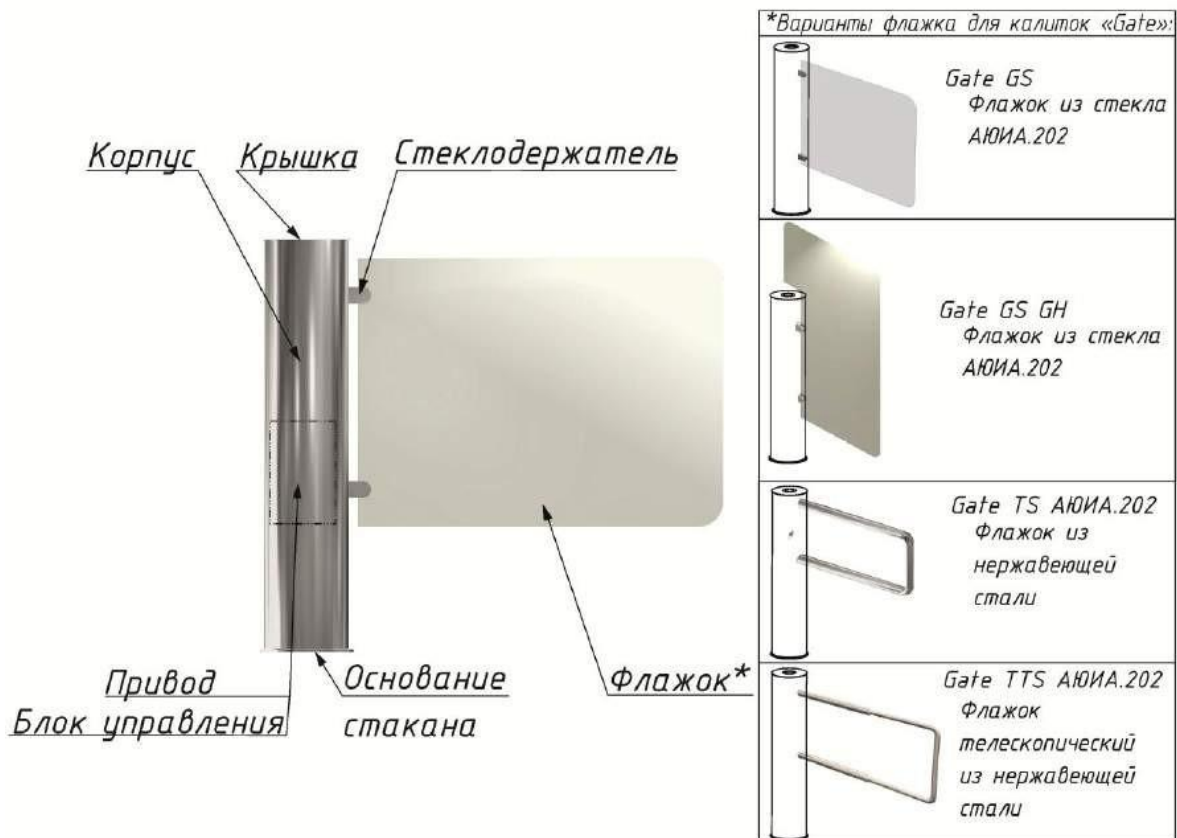

Рис. 1 – Общий вид турникета
1.4.2.1 Калитка турникета состоит из стакана 2 с неподвижным основанием (Рисунок 1,2)